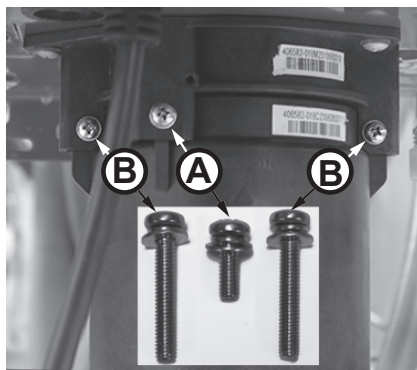

Figura 96 - Identifique los tornillos del cartucho
- 6 Ubique los tres (3) tornillos que fijan el cartucho X3®/de derivación como se muestra en la Figura 96. Retire el tornillo M4-12 mm (A) y los dos tornillos M4-25 mm (B) del cartucho. Deje los tornillos a un lado en un lugar seguro para volver a instalarlos.